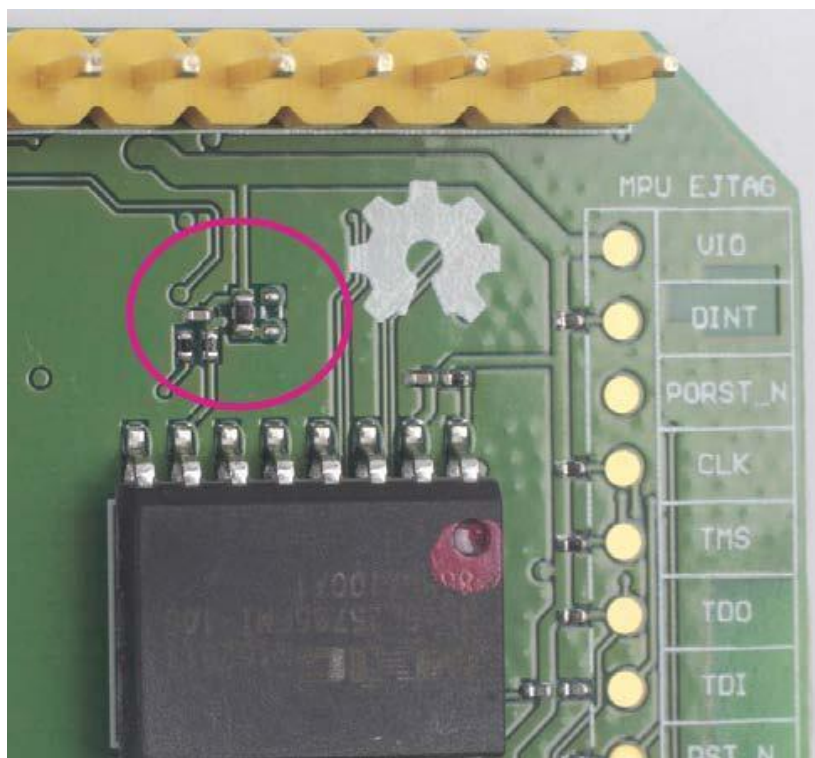

图 8 LinkIt Smart 7688 Duo 开发板背面的 JTAG 电阻
- 1) 找到的 LinkIt Smart 7688 Duo 开发板背面右上角的一组电阻，如图 8 红色圆圈所示。